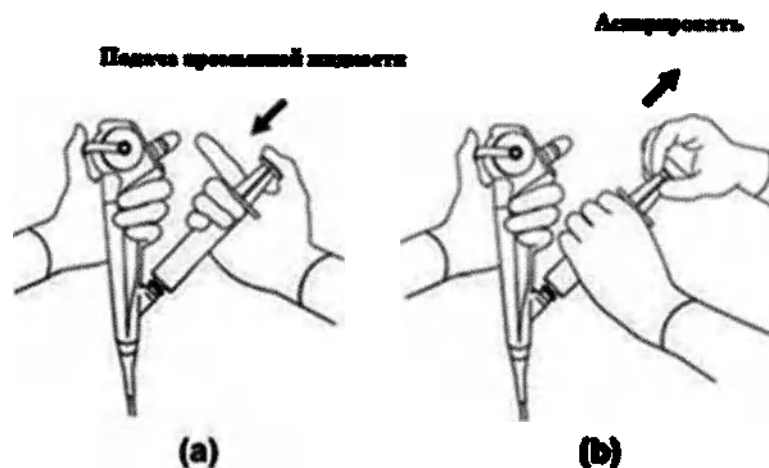

Рис. 4.4 Использование шприца для промывания инструментального канала.
1. Надежно вставьте шприц, наполненный промывной жидкостью (например, физиологическим раствором), в порт инструментального канала и нажмите на поршень, чтобы подать промывающую жидкость. (Рис. 4.4(а))
2. Прикрепив шприц, медленно вытяните поршень, чтобы аспирировать промывную жидкость. (Рис. 4.4(б))